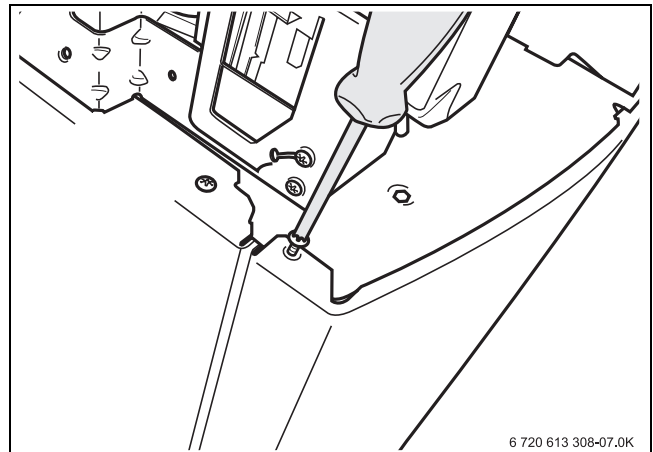

Bild 80 Warmwasserspeicher öffnen
- Vordere Abdeckung des Warmwasserspeichers öffnen (→ Bild 80), dazu die Halteschrauben rechts und links entfernen.